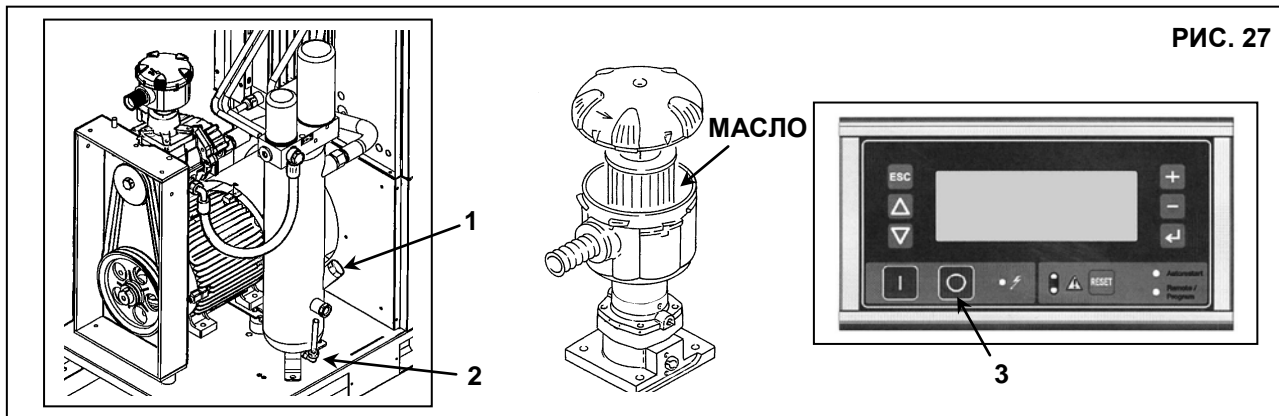

РИС. 27
- После слива старого масла из машины (поз. 2, Рис. 27).
- Полностью заполните маслоуловитель (поз. 1, Рис. 27).
- Приблизительно через 1 минуту выключите машину, нажав кнопку "STOP" (поз. 3, Рис. 27), машина остановится через 45 секунд работы на холостом ходу.